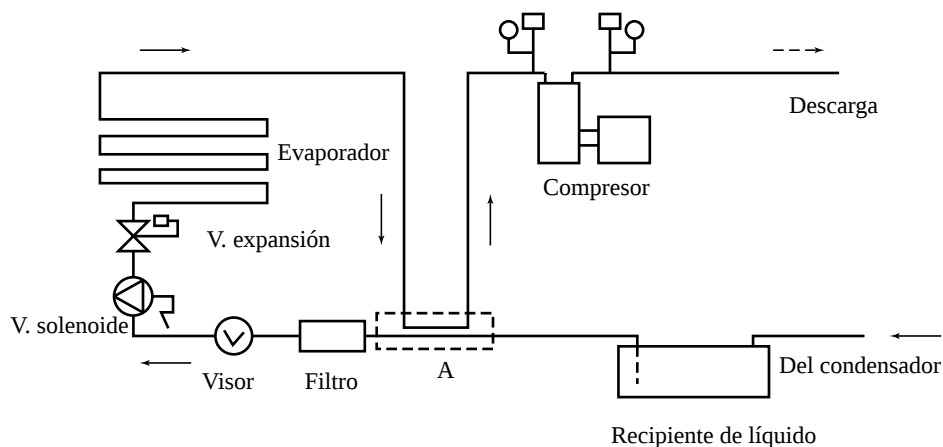

Figura 1.24 Instalación con intercambiador de calor (A).
- La del vapor frío de la aspiración que subenfía el líquido que va al dispositivo de expansión y aumenta el rendimiento dado que la temperatura con que entra el líquido en dicho dispositivo (válvula de expansión en la figura 1.24) es menor.